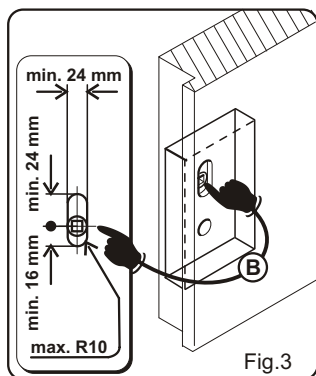
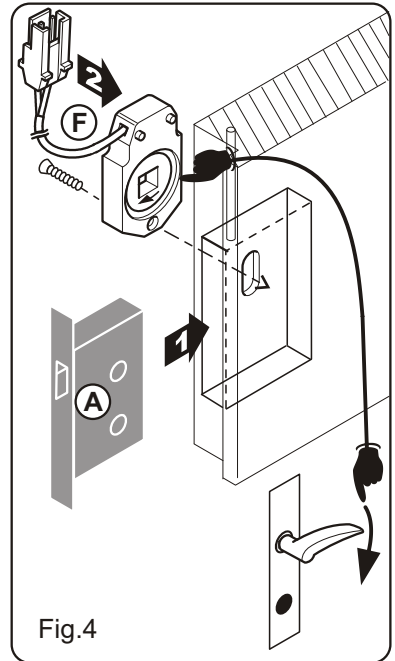

Fig.3
Fig.4
- Kabelkanal (C) ggf. in der Tür anbringen.
- Schloßtasche ggf. für Aufnahme des Drehschalterkontakts (F) bearbeiten (Schloßtasche (B) lt. Fig.3 ausfräsen).
- Anschlußkabel in Kabelkanal (C) verlegen. In der Schloßtasche (B) ist eine Kabelschleife (E) vorzusehen, damit das Einsteckschloß (A) nachträglich wieder ausgebaut werden kann!
- Drehschalterkontakt (F) am Einsteckschloß (A) befestigen (Fig.4).
- Drehschalterkontakt (F) und Einsteckschloß (A) in Schloßtasche (B) einsetzen (Fig.4).